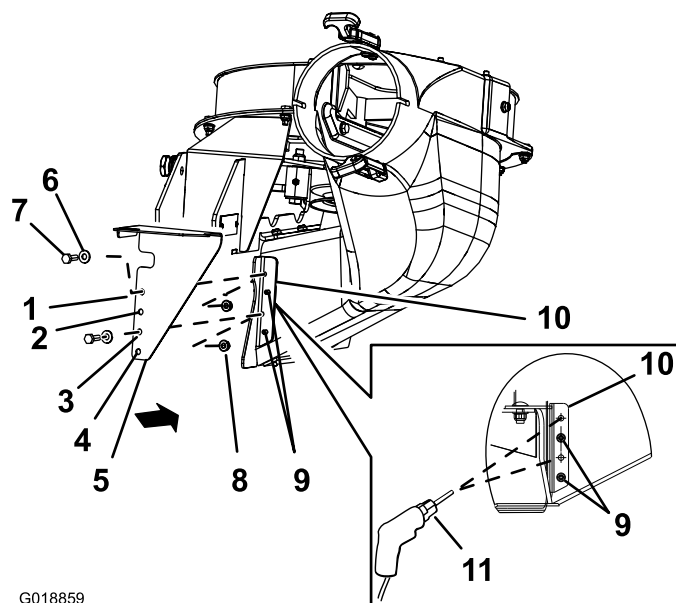

図 10
1. 図 10のように、CE 下部ガードを、ブロアシュートブラケットに合わせる。
2. CE 下部ガードの 2 番目と 4 番目の穴を、ブロアシュートブラケットから突き出ているリベットの足に合わせる (図 10)。
3. この状態で、CE 下部ガードの第1の穴と第3の穴の位置を、ブロアシュートブラケット上にマーキングして、CE ガードを外す (図 10)。
5. ポンチを打った位置 2ヶ所に、それぞれ直径 7 mm の穴を開ける (図 10)。
1. CE 下部ガードを、ブロアシュート・ブラケットに合わせる (図 10)。
3. CE下部ガードを、ブローアに取り付ける；CEガードの第1の穴と第4の穴にそれぞれ、六角ヘッドボルト（1/4 x 3/4 インチ）、ワッシャ、ロックナット（1/4 インチ）を使用して固定する（図 10）。